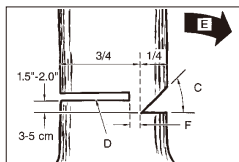

Fig. 11B
⚠ VARNING! Gå aldrig framför ett träd med riktskär. Gör fällskåret (D) från andra sidan trädet och 3-5 cm över riktskårets spets (C) (Fig. 11B)